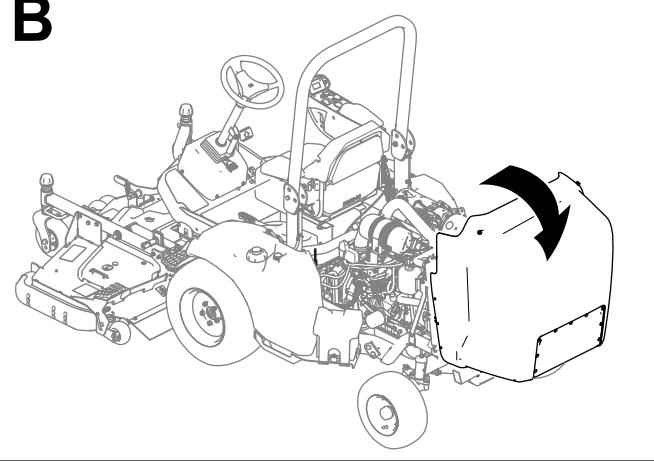

Figure 42
2. Ouvrez le capot (Figure 42).
1. Détachez les attaches de chaque côté de la machine (Figure 42).